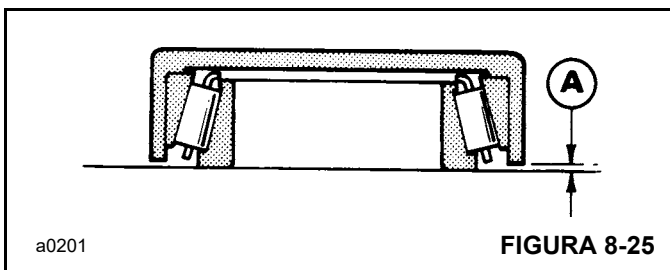

FIGURA 8-25
2. Ponga la pista de cojinete del piñón sobre el conjunto de cojinete (Figura 8-25). Mida la separación A. Añada una profundidad de herramienta de 30.1 mm (1.18 pulg) a la separación A para dar la profundidad del cojinete.